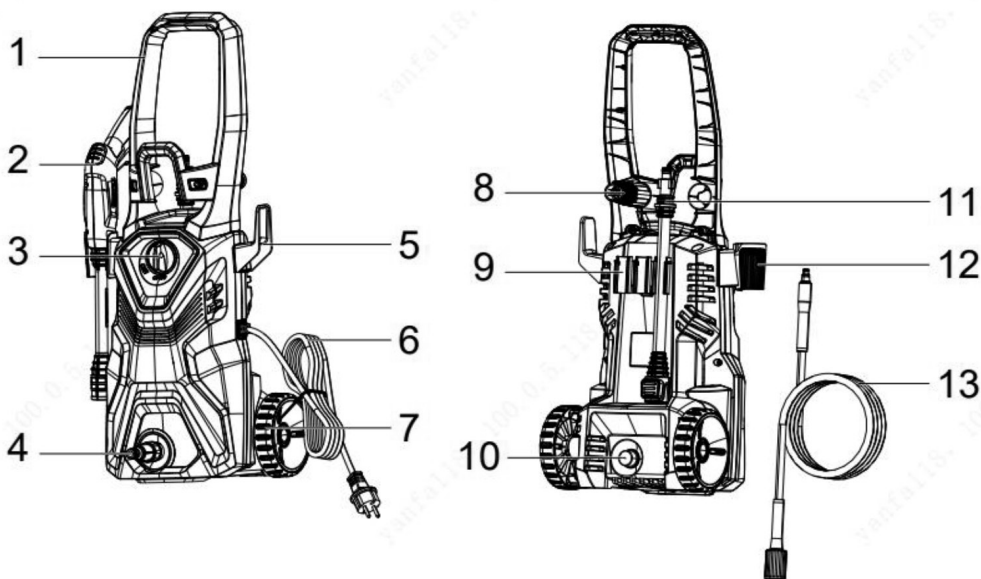
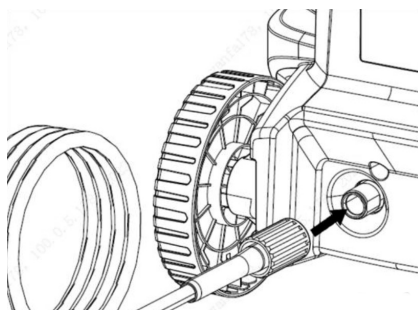
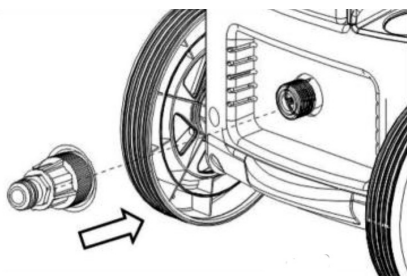

Рис. 1
Рис. 6
Рис. 7
5. Подсоедините шланг высокого давления к выходному штуцеру 10 (рис. 1,2). Для этого полностью размотайте шланг высокого давления. Убедитесь, что шланг нигде не перегнулся (рис. 6).
6. Подсоедините всасывающий шланг к входному штуцеру мойки 4 (рис. 1,2,3). Установите на штуцер мойки для всасывающего шланга быстросъемный коннектор со встроенным фильтром очистки воды (рис. 7).